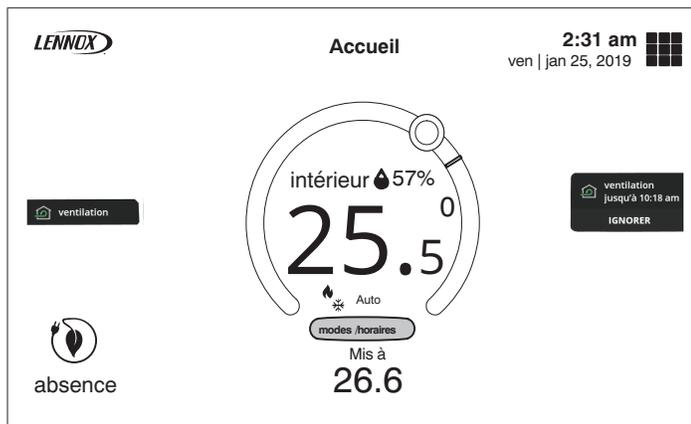

Figure 11. Notifications de l'écran d'accueil de ventilation
**REMARQUE:** Une fois que la ventilation a démarré, une notification apparaît sur la droite de l'écran d'accueil indiquant l'heure à laquelle le cycle spécifique se terminera et l'option d'annuler la demande (voir « Figure 11. Notifications de l'écran d'accueil de ventilation »).